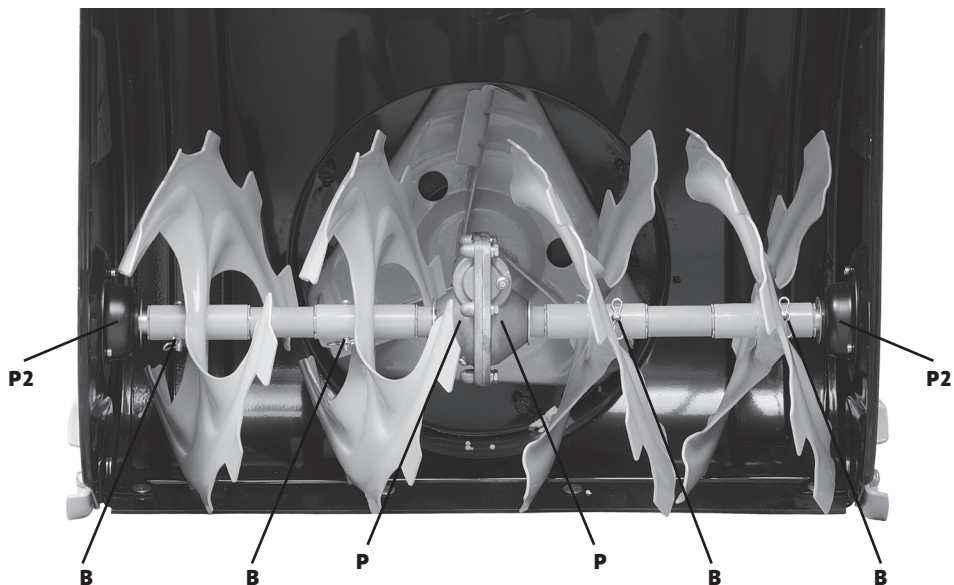

Рис. 23
- Как минимум один раз в сезон, удаляйте срезные штифты (рис. 23, В) на валу шнека. Впрысните смазку внутрь вала и выполняйте смазку подшипников шнека как минимум один раз в сезон.
- Каждый сезон выполняйте смазку подшипников шнека (рис. 23, Р) и подшипников сбоку рамы (рис. 23, Р2).